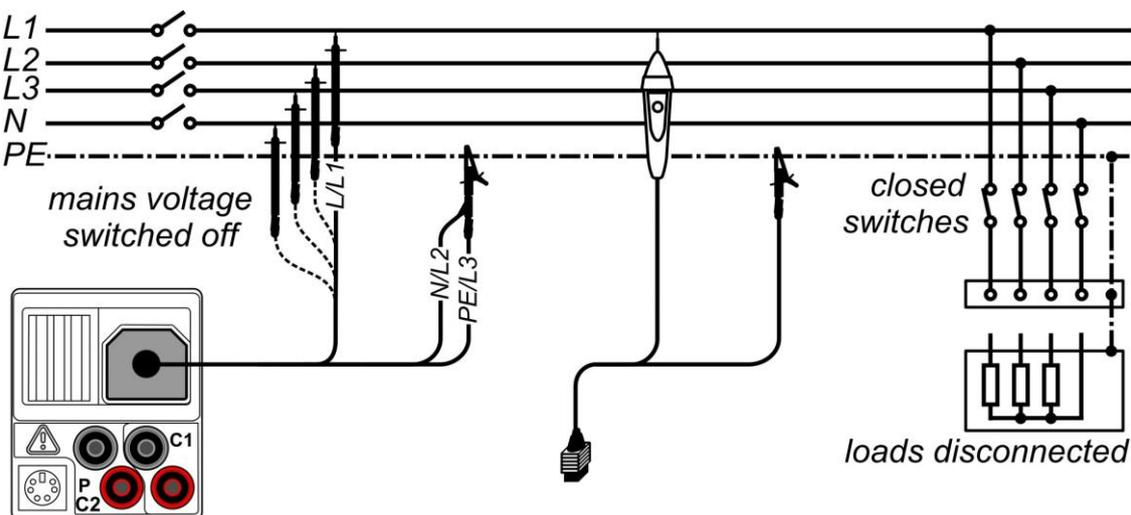

Abbildung 5.6: Anschlüsse für die Isolationsmessung
- **Schließen** Sie die Prüfleitung am Prüfgerät sowie am Prüfling an (siehe Abbildung 5.6)